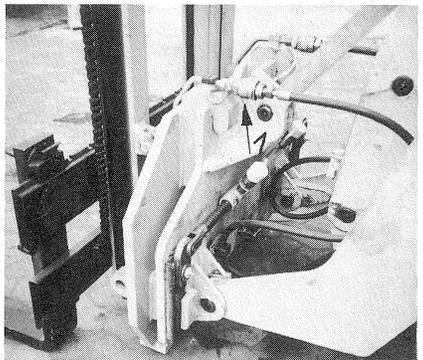

FIG. 40
(3) A l'aide des raccords rapides (fig.40/1) réliser la connexion hydraulique entre le mât élévateur et la chargeuse. Vérifier le fonctionnement de l'interrupteur "E".